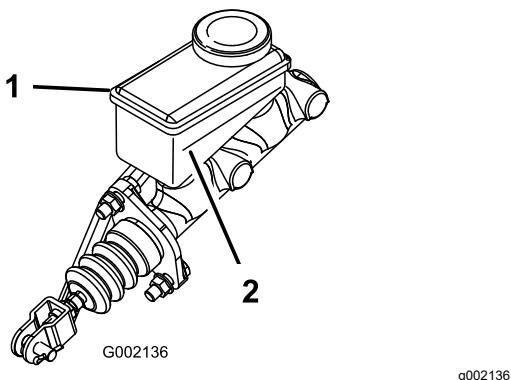

Figure 52
3. Observez le repère de niveau sur le côté du réservoir (Figure 52).
- Versez du liquide de frein DOT 3 dans le réservoir jusqu'à ce que le niveau dépasse le repère minimum (Figure 52).